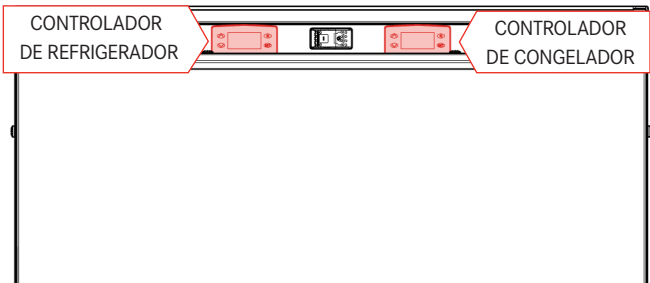

Fig. 8
1. Ubique el controlador de temperatura apropiado en la parte frontal de la unidad (Fig. 8).